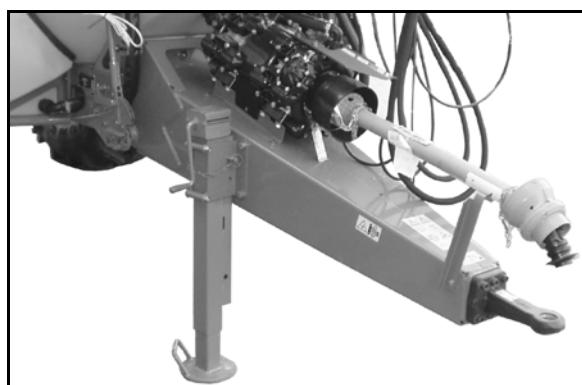

Fig. 43
- **Hitch-trekkstang (Fig. 43)**